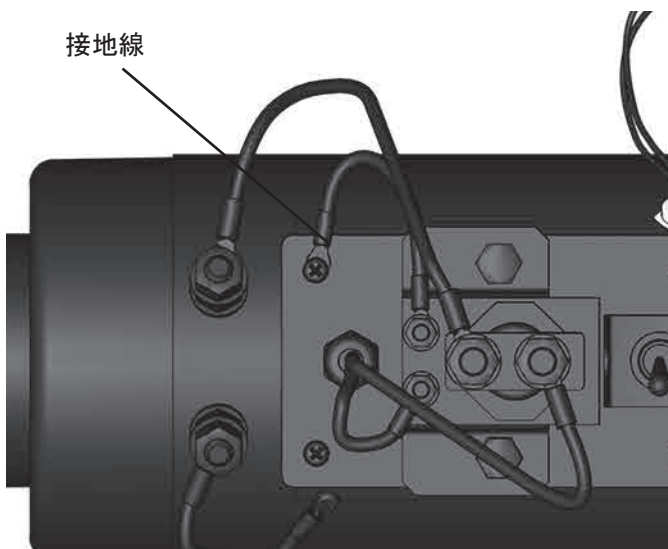

図 42
13. 端子箱カバーのネジ4本を挿入し、設置線が正しく接続されていることを確認しながら締めます (図 42 参照)。